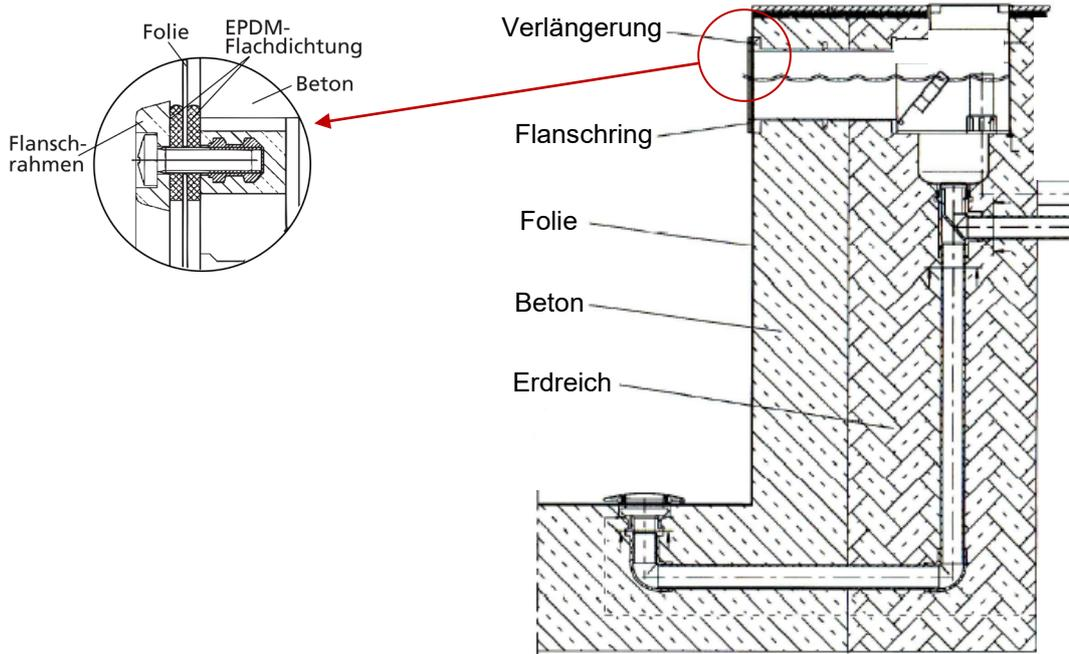

Abb. D-6: Verrohrung Skimmer und Bodenablauf
**Hinweis:** Beim Einbau in Schwimmbecken mit Folienauskleidung ist darauf zu achten, dass sich die Folie zwischen den beiden EPDM-Flachdichtungen (siehe Abb. D-6 und D-7) befindet.
Ebenso ist die Bodenablaufleitung, der Überlauf und die Frischwassernachspeisung nach außen zu führen (siehe Abb. D-6).